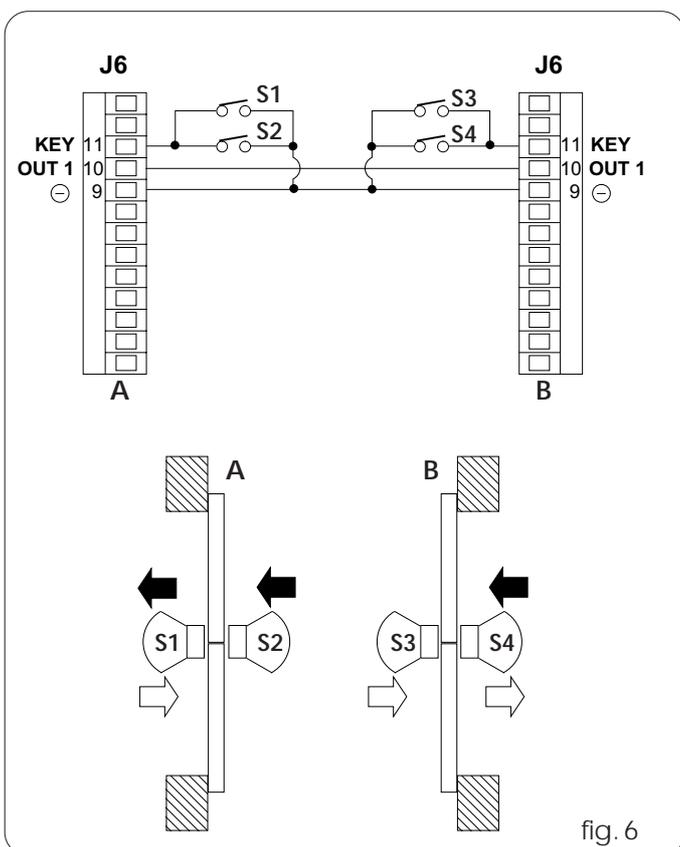

fig. 6
- Réaliser les connexions entre les borniers J6 des deux cartes SDM, et des détecteurs d'après la fig. 6 .